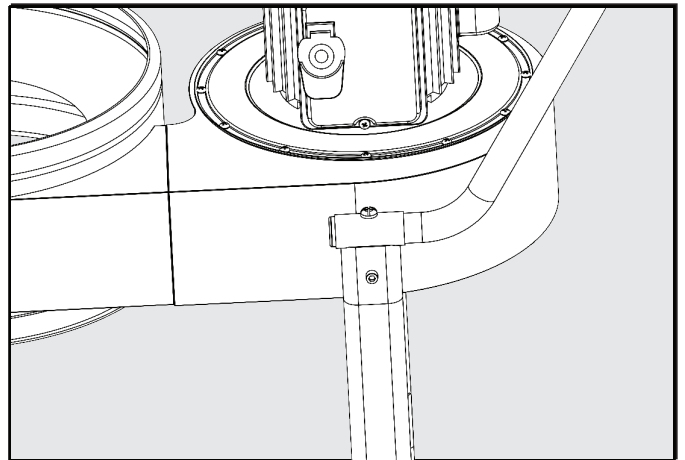

FIGURE 12
- S'assurer que les capuchons sont bien en place (Fig12).